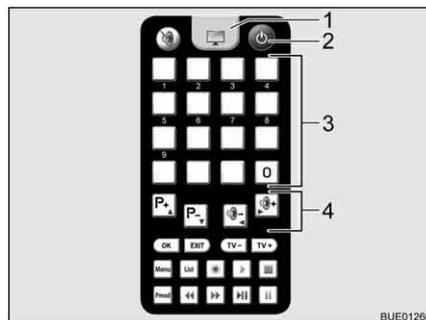

Bild 39 Fernbedienung Fernsehgerät
- Auf der Fernbedienung für das Fernsehgerät Taste "⏻" (Bild 39,2) drücken. Die Anlage geht in den Suchmodus. Ein Dauerton ertönt.
- Zum Umschalten auf Fernsehempfang auf der Fernbedienung für das Fernsehgerät die Fernsehtaste (Bild 39,1) drücken. Der Signalton endet. Ein Bild erscheint auf dem Bildschirm.
- Über die Speichertasten (Bild 39,3) auf der Fernbedienung für das Fernsehgerät oder über die Funktionstasten (Bild 39,4) den gewünschten Sender wählen.